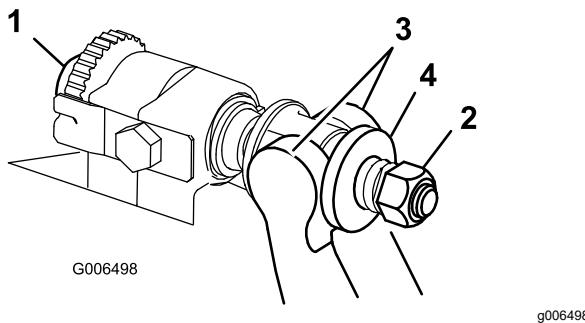

Figure 23
1. Tournez les vis de réglage de la barre d'appui dans le sens antihoraire pour éloigner la contre-lame du cylindre (Figure 23).
2. Dévisser l'écrou de tension du ressort jusqu'à ce que la rondelle ne soit plus pressée contre la barre d'appui (**Figure 23**).